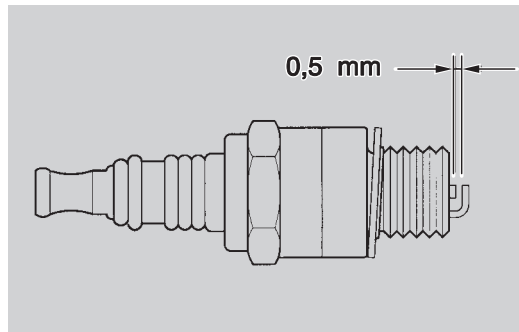

Fig. 50
BOUGIE (Fig. 50)
- Contrôler la distance entre les électrodes (Fig. 50) à l'aide d'une jauge d'épaisseur. La distance doit être de **0,5 mm** environ. Eventuellement, la régler en pliant délicatement l'électrode de masse.